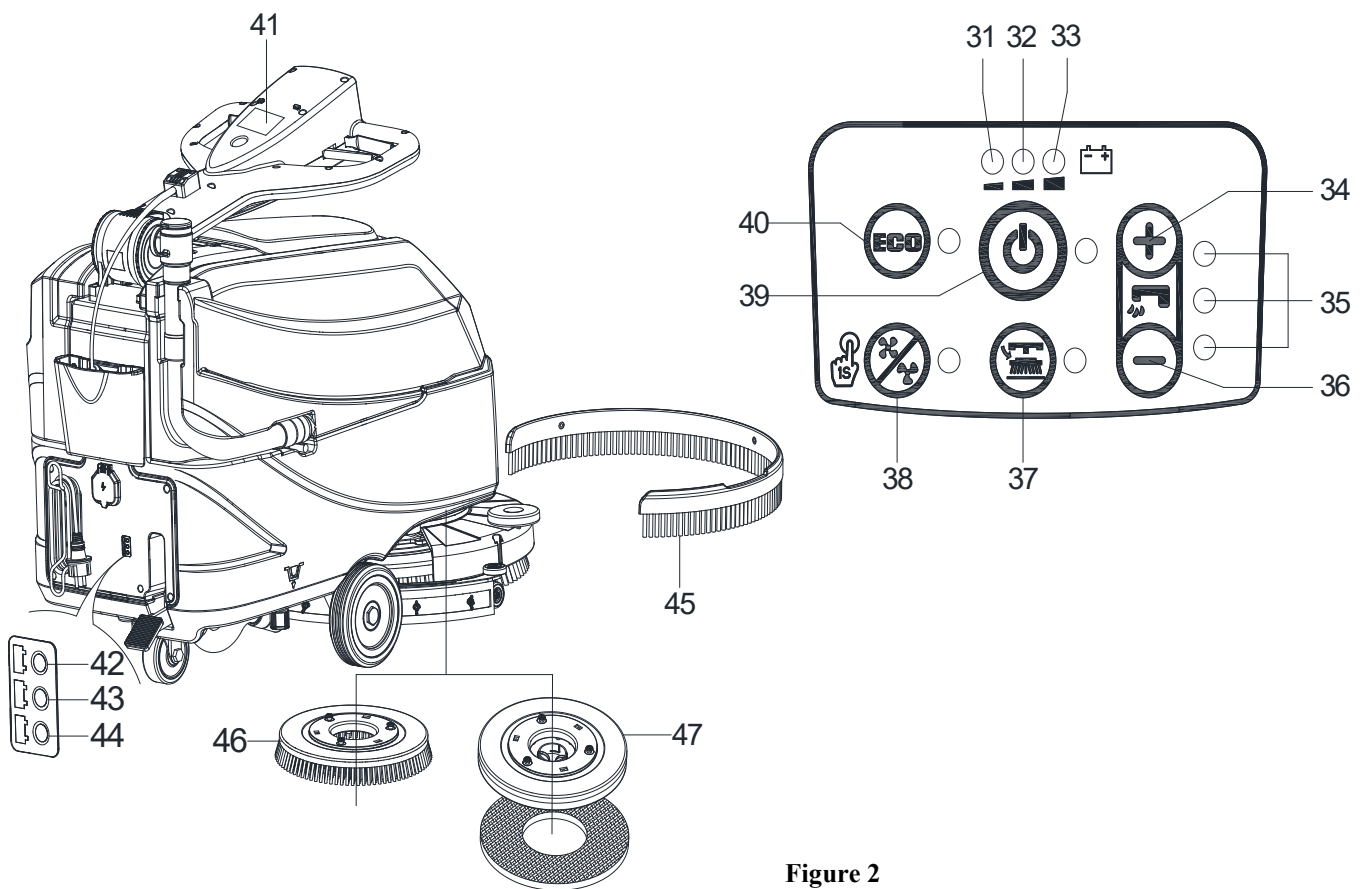

Figure 2
**PANNEAU DE COMMANDE (comme représenté sur la Figure 2)**
**FENÊTRE D'AFFICHAGE DU VOYANT DU CHARGEUR (comme indiqué à la Figure 2)**
1. Au début de la charge, la LED rouge (42) du chargeur est normalement allumée. C'est la première étape de charge.
2. Après un certain temps de charge, le voyant rouge (42) s'éteint, le voyant LED (43) jaune s'allume, ceci est la deuxième étape de la charge.
3. Lorsque la charge est terminée, la LED jaune (43) s'éteint, et la LED verte (44) s'allume pour indiquer que la batterie est complètement chargée.
2. En appuyant sur le bouton (39 Figure 2). Si le voyant d'avertissement vert (33) s'allume, les batteries sont complètement chargées. Si le voyant d'avertissement jaune (32) ou rouge (31) s'allume, les batteries doivent être chargées (voir la procédure au chapitre Entretien).